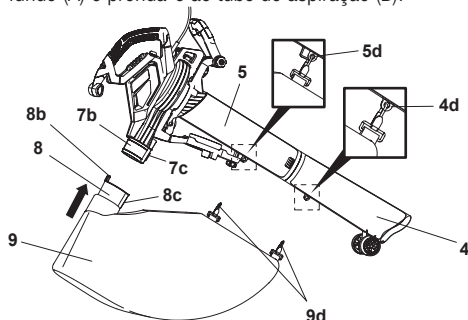

Fig. 6
- Alinhe e insira a aba (8b) do conector do saco no encaixe do saco coletor (7b) e insira-o até ao limite. Certifique-se de que o botão de bloqueio (7c) encaixa no orifício de localização (8c) (Fig. 6).
- Coloque dois cliques de fixação (9d) nos ganchos do saco (4d/5d) no tubo de aspiração inferior (4) e no tubo de aspiração superior (5).